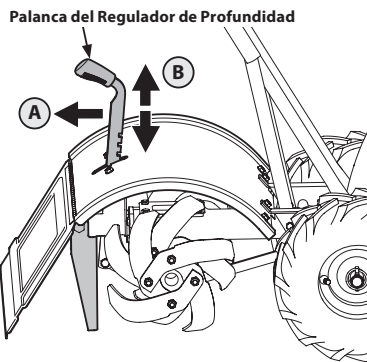

Figura 14
3. Mueva la palanca del regulador de profundidad totalmente hacia abajo a la posición "de desplazamiento", de modo que los dientes estén separados del suelo. Para cambiar el ajuste de profundidad, tire hacia atrás la palanca del regulador de profundidad (A) y coloque hacia arriba o hacia abajo (B), luego libere la palanca (C) para asegurar en la posición deseada. Vea la Figura 14.